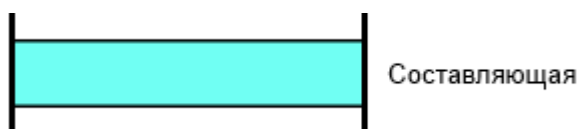

Рисунок 13.58 – Заявка на составляющую
2) Заявка на одну составляющую блока (Рисунок 13.58):